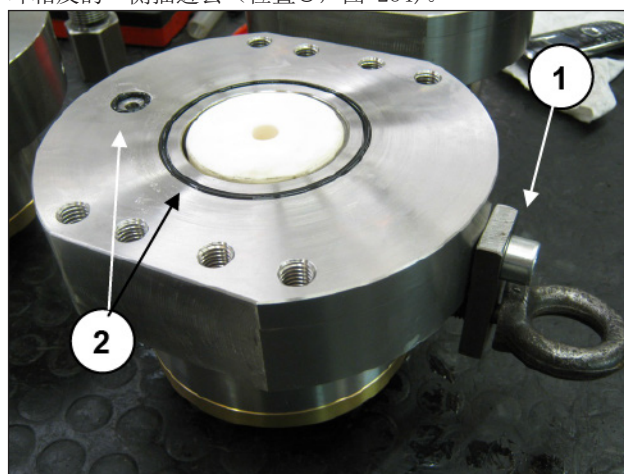
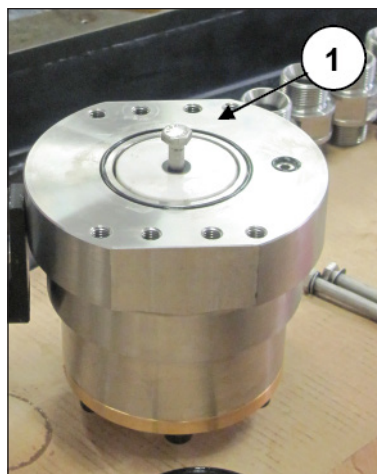

图 233
图 234
把组件起重工具（位置①，图 233）与0形圈放置在底座平面上（位置②，图 233），并把活塞固定螺钉从密封圈底座环相反的一侧插进去（位置①，图 234）。